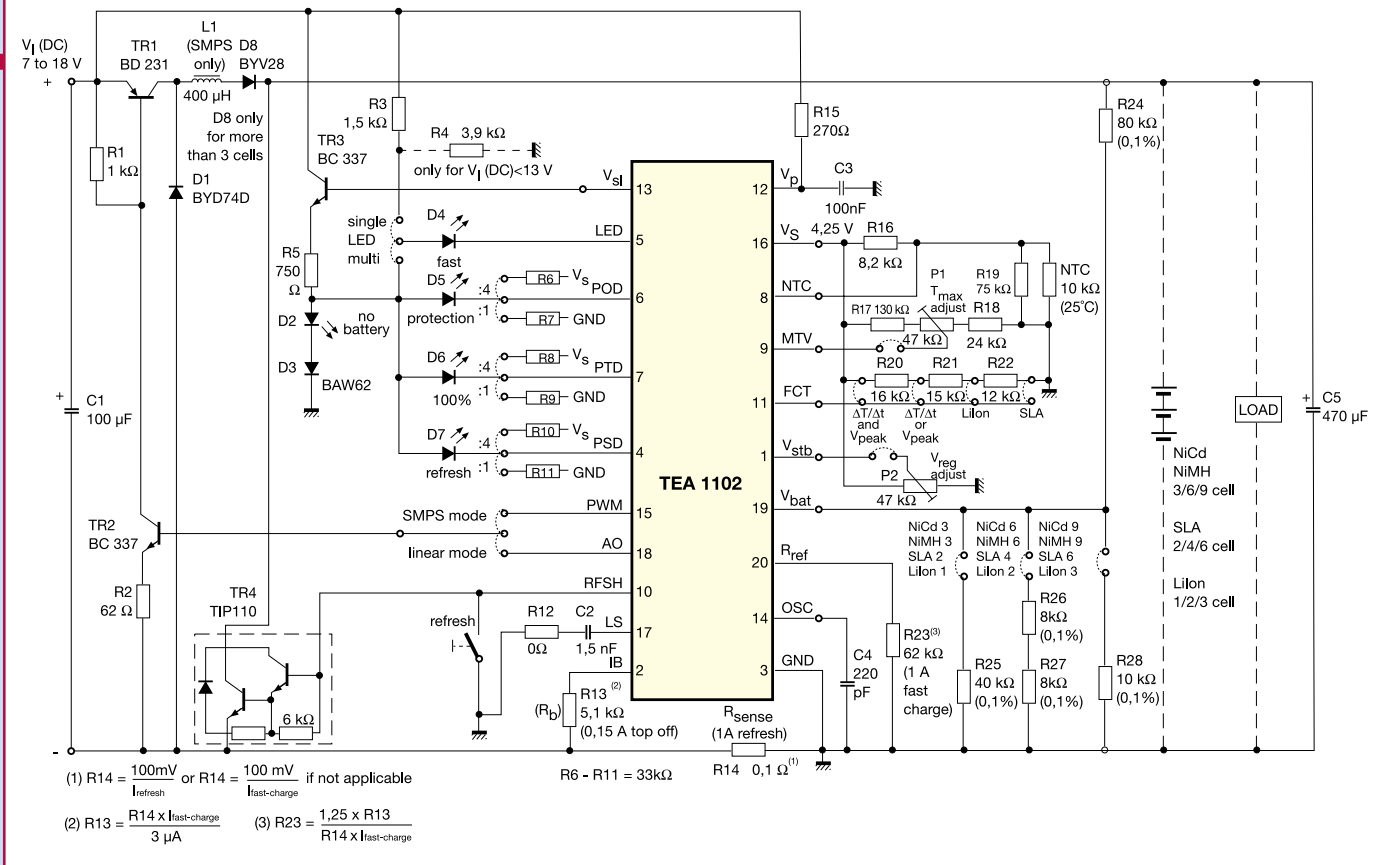

Bild 4: Komplett Applikations- und Testschaltung des TEA 1102
3. Referenzspannung von 4,25 V (V_{sl}) zur Nutzung für weitere Anzeige-LEDs. Dieser Ausgang ist während der Initialisierungsphase gesperrt, um falsche Anzeigen der Zusatz-LEDs zu verhindern. Ein Anwendungsbeispiel ist in Abbildung 4 gezeigt.